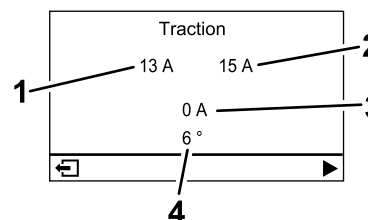

Figura 27
- **Ecrã de informações do motor (Figura 27):** mostra o ângulo atual da direção e a amperagem alocada a cada motor de tração.